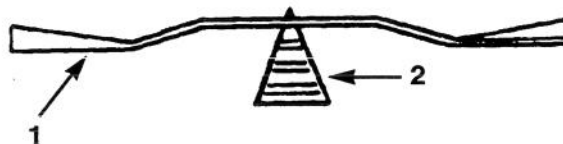

Figure 26
2. Contrôler l'équilibrage de la lame en la posant sur un équilibreur de lame (Fig. 26). La lame est équilibrée si elle reste horizontale, et peut donc être utilisée. Limer l'arrière de la lame si elle n'est pas équilibrée. Répéter la procédure jusqu'à ce que la lame soit équilibrée.